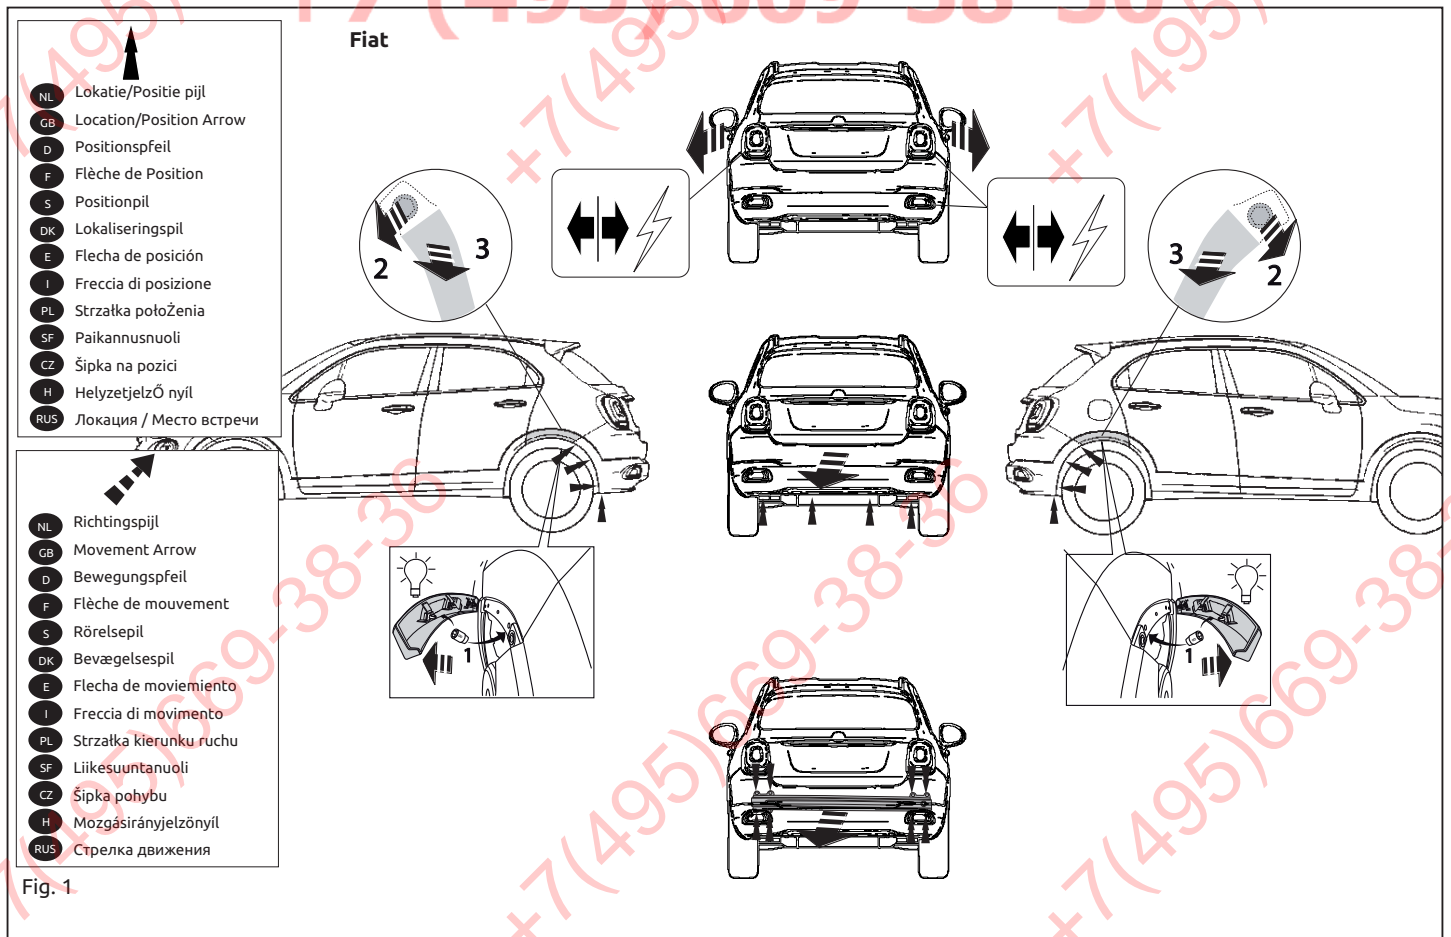

Fig. 1
1. Remove the rear-light units. Remove the bumper and the buffer beam from the vehicle. The buffer beam will no longer be needed. See figure 1.
1. Die Rücklichter abmontieren. Die Stoßstange einschließlich des Stoßbalkens vom Fahrzeug abmontieren. Der Stoßbalken wird nicht mehr benötigt. Siehe Abbildung 1.
1. Déposer les feux arrière. Déposer le pare-chocs du véhicule y compris la traverse; la traverse ne sera plus utilisée. Voir la figure 1.
1. Demonter baglysenhederne. Demonter kofangeren, inklusive køretøjets stødbjælke. Denne bliver overflødig. Se fig. 1.
1. Снять оба блока задних фар. Снять бампер вместе со буферным брусом автомобиля. Буферный брус больше не понадобится. См. рисунок 1.